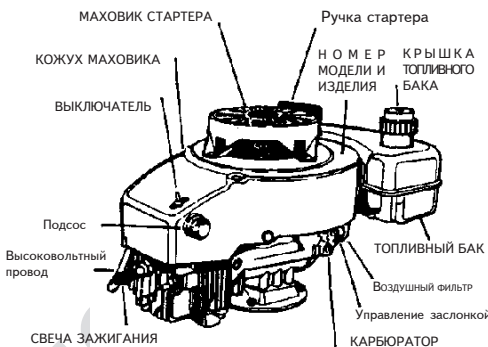

Рис. 1
2. Переключатель **ON/OFF SWITCH** (рис.1) перевести в положение **ON** ("Вкл.").
3. Нажать кнопку **PRIMER** (рис.1) пять раз подряд. Между каждым нажатием подождать 2 секунды.
5. Захватите заводную ручку (**STARTER HANDLE**) (рис.1) и медленно потяните ее, пока почувствуете вращение маховика стартера, а потом резко потяните ручку с силой. Не наматывайте тягу стартера на руку. Не бросайте тягу стартера свободно сматываться, а дайте ей медленно войти на свое место под действием возвратной силы пружины. Несоблюдение этих рекомендаций может нанести травмы и повредить мотор.
1. Перевести выключатель **ON/OFF SWITCH** в положение **OFF** (рис.1).